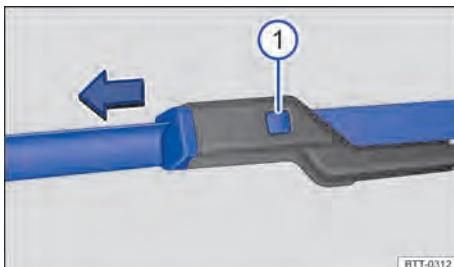

Fig. 163 Substituir as palhetas dos limpadores do para-brisa.
- Manter o botão de destravamento → **Fig. 163**
① pressionado e, ao mesmo tempo, retirar a palheta do limpador do para-brisa no sentido da seta.